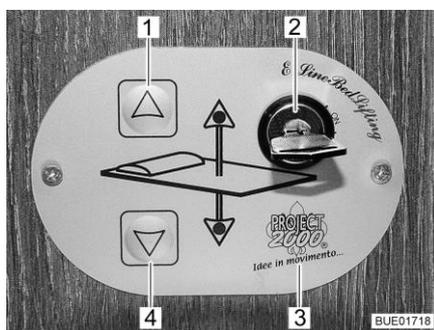

Fig. 73 Elemento di regolazione
È possibile abbassare o alzare il letto basculante tramite i tasti (Fig. 73,1 e 4) presenti sull'elemento di regolazione (Fig. 73,3). L'elemento di regolazione viene bloccato tramite l'interruttore a chiave (Fig. 73,2) per evitarne l'utilizzo accidentale.
- Ruotare la chiave dell'interruttore a chiave (Fig. 73,2) di 90° in senso orario, fino a raggiungere la posizione "On". L'elemento di regolazione (Fig. 73,3) è attivato.
- Premere il tasto freccia (Fig. 73,4) e tenerlo premuto fino a quando il letto basculante raggiunge la posizione desiderata in basso.
- Premere il tasto freccia (Fig. 73,1) e tenerlo premuto fino a quando il letto basculante raggiunge la posizione finale in alto.